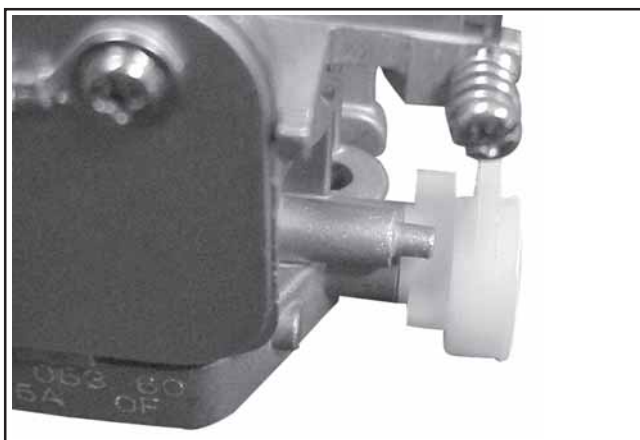

Figura 5-33. Montaggio della leva dello starter.
7. Inserire la nuova bussola nella nuova leva dello starter dall'esterno, quindi inserire la bussola nel foro esterno dell'albero. Posizionare la leva dello starter in modo che la sporgenza sull'alloggiamento del carburatore si trovi tra i due fermi sagomati nella leva dello starter. Vedere Figura 5-33.